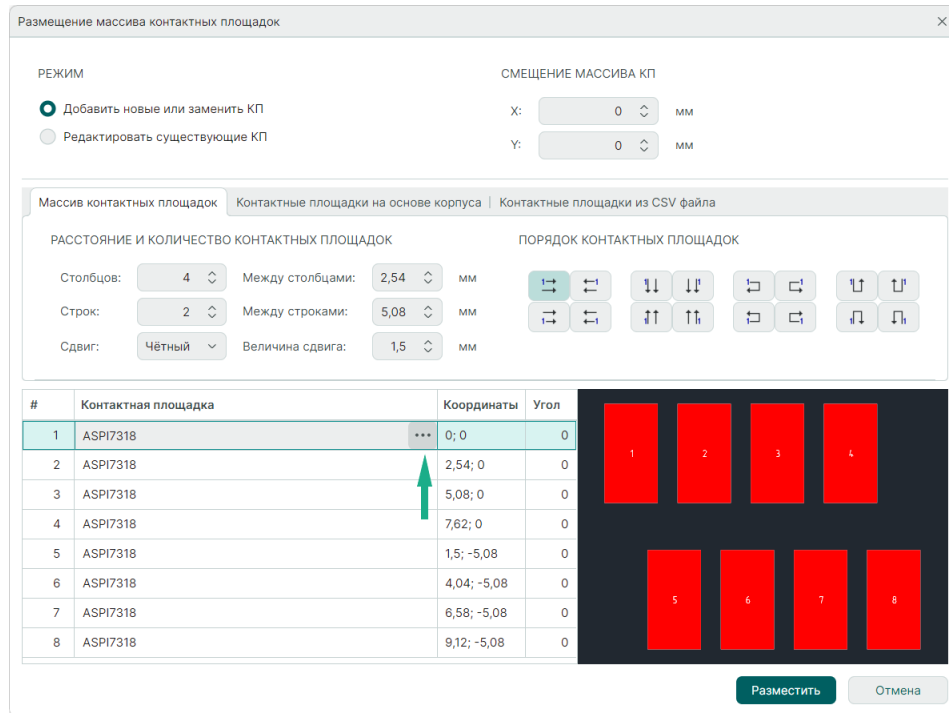

Рис. 92 Переход к выбору типа контактной площадки
1. Нажмите на символ «⋮» в правой части столбца «Контактная площадка», см. Рис. 92.